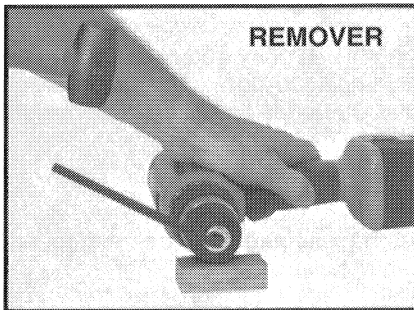

Fig. 9
5. Ponga la parte corta de una llave Allen (hexagonal) ( $\frac{1}{4}$ " o más grande) dentro del mandril. Alinee los lados llanos con las mordazas y apriete bien el mandril. Con el mandril en una superficie sólida, coloque la llave hexagonal a la izquierda (vea Fig. 9) y golpéela con un martillo para aflojar el mandril. Para quitar el mandril, gírelo en el sentido contrario a las manecillas del reloj.